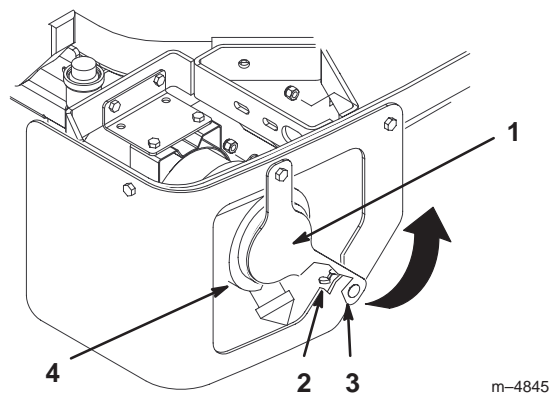

Figure 54
2. Enlevez l'écrou papillon vissé sur le boulon du protège-filtre. Tournez le protège-filtre pour accéder au filtre (Fig. 54).